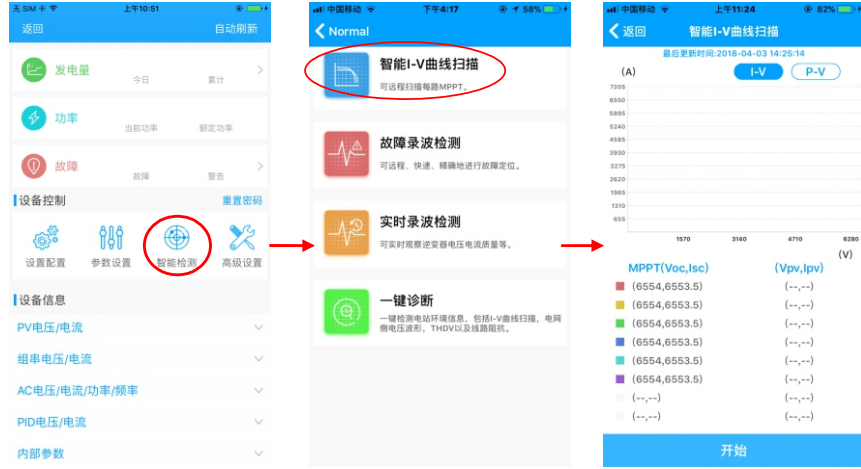

图 8.39
E.智能I-V曲线扫描：可远程扫描每路MPPT，如图8.39。